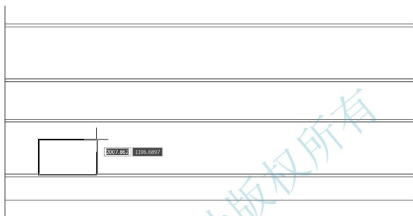

图 4.9 绘制窗洞口的左下角点
② 在指定矩形的线宽<0.0000>: 提示下，输入“50”后按 Enter 键，将矩形线宽改为 50mm。
③ 在指定第一个角点或 [倒角(C)/标高(E)/圆角(F)/厚度(T)/宽度(W)]: 提示下，输入窗洞口左下角点相对于坐标基点的坐标“@1170, 0”后按 Enter 键。这样就绘出矩形的左下角点，如图 4.9 所示。